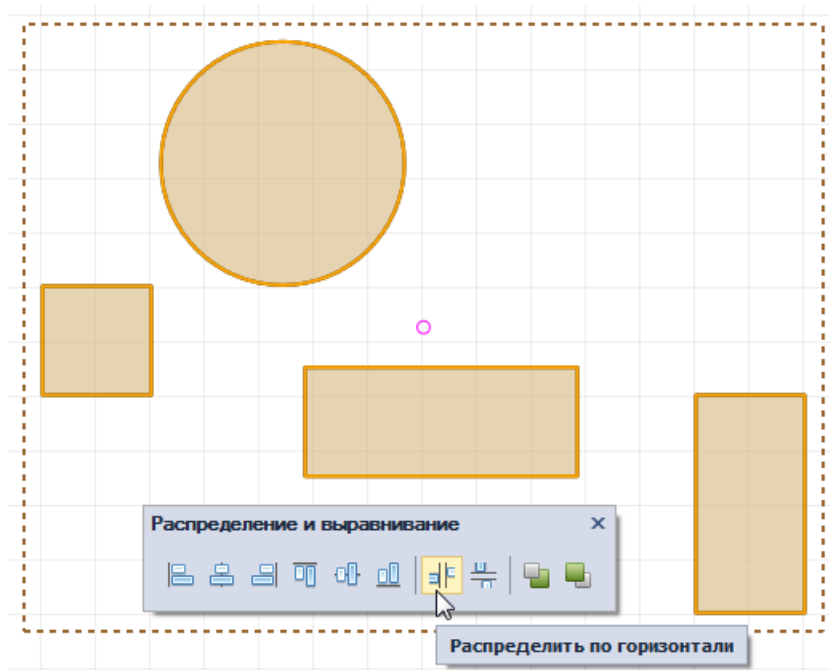

Рис. 456 Выбор инструмента
2. На панели «Распределение и выравнивание» выберите инструмент «Распределить по горизонтали», который обозначен символом , см. Рис. 456.